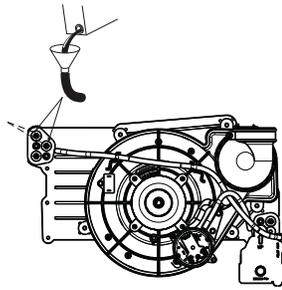

Fig. 60 – Amorçage du siphon de condensat
Les emplacements de l'interrupteur de configuration sont illustrés et décrits dans la Fig. 60. Les interrupteurs de réglage sont également illustrés sur l'étiquette de câblage de l'appareil.
Le panneau de commande de la chaudière comprend huit (8) interrupteurs de réglage qui peuvent être réglés selon les exigences de l'application. Consultez la Fig. 60 et la section des réglages pour configurer les interrupteurs de réglage. Pour régler les interrupteurs selon les exigences appropriées :
Les interrupteurs de réglage de climatisation sélectionnent un débit de chaudière en fonction du débit d'air de climatisation ou de climatisation de phase supérieure requis lorsqu'un appareil extérieur à deux phases est utilisé. Consultez la Fig. 60 et la section des réglages pour configurer les interrupteurs de réglage.
Le panneau de commande de la chaudière comprend trois (3) interrupteurs de réglage supplémentaires libellés SW4. Les interrupteurs de réglage SW4-2 peuvent être utilisés pour verrouiller la chaudière en mode de chaleur intermédiaire. Lorsque l'interrupteur de réglage SW4-2 est à la position ON, il a priorité sur l'interrupteur de réglage SW1-2 si ce dernier est à la position ON. L'interrupteur SW4-3 sert à régler le débit d'air. Consultez la Fig. 60 et la section des réglages